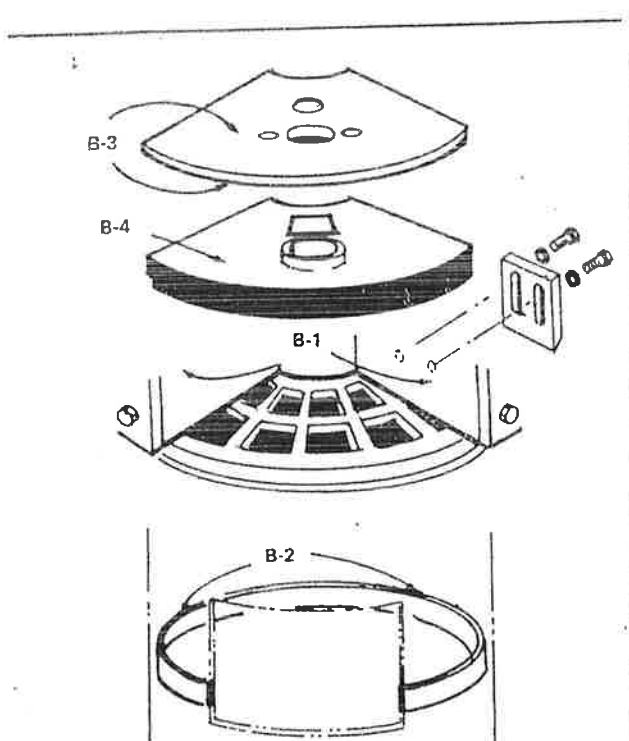

Fig. 4
**Steg B** (se fig. 4)
- a. **Filtringen på innersiden av materialbeholderen er ikke presset langt nok ned (se fig. 4 )